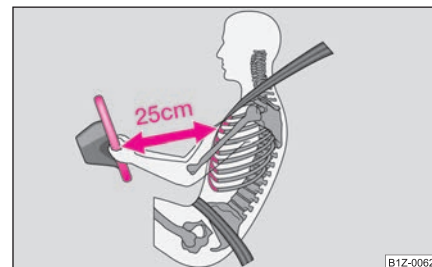

Abb. 147 Sicherer Abstand vom Lenkrad
- **Für den Fahrer und Beifahrer ist es wichtig, einen Abstand von mindestens 25 cm vom Lenkrad bzw. von der Schalttafel einzuhalten ⇒ Abb. 147. Wenn Sie den Mindestabstand nicht einhalten, kann Sie das Airbag-System nicht schützen – Lebensgefahr! Außerdem müssen die Vordersitze und die Kopfstützen immer der Körpergröße entsprechend richtig eingestellt sein.**